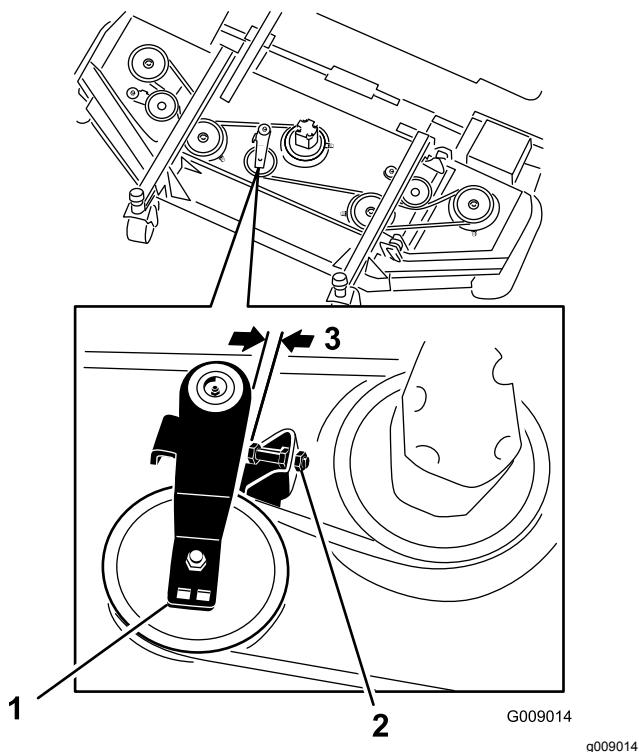

Figure 114
- Sur le plateau avant central, desserrez les écrous de blocage sur la vis d'arrêt de la poulie de tension et vissez la vis d'arrêt dans le support (Figure 114).
- À l'aide d'une clé à cliquet ou d'un outil similaire, éloignez chaque poulie de tension de plateau latéral de la courroie d' entraînement pour détendre cette dernière et pouvoir la déchausser de la poulie (Figure 114).